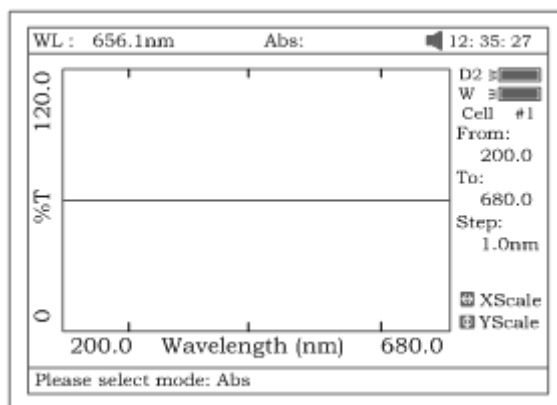

Рис. 43
- Нажмите **[F2]** и выберите режим сканирования– оптическая плотность **“Abs”** или % пропускания **“Т%”** курсорной клавишей **[Λ]** или **[V]** (рис.43).